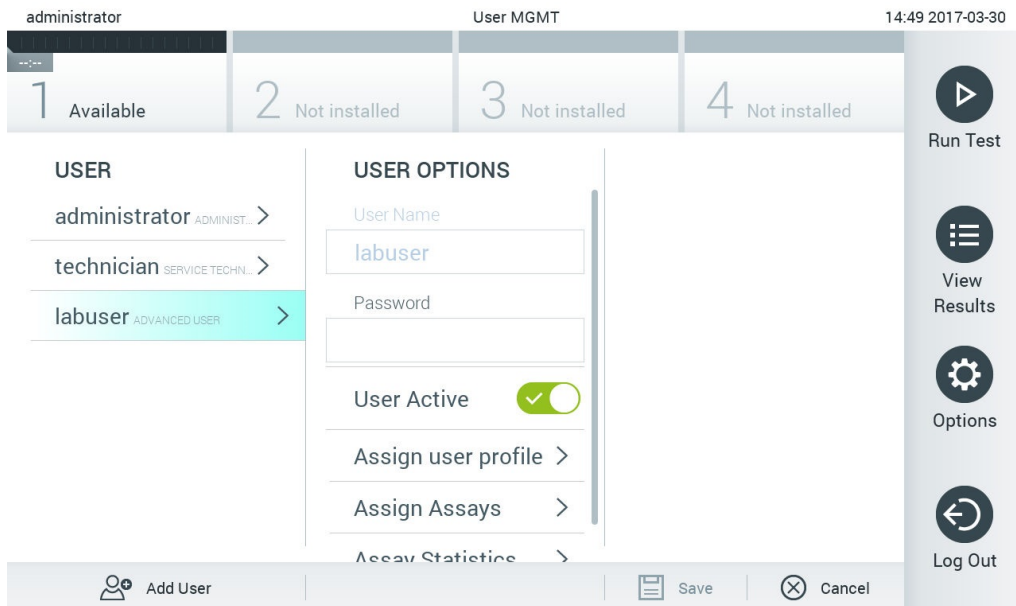

Рис. 59. Вибір користувачів і керування ними.
2. Виберіть користувача для керування зі списку в лівому стовпці області вмісту (рисунок 59).